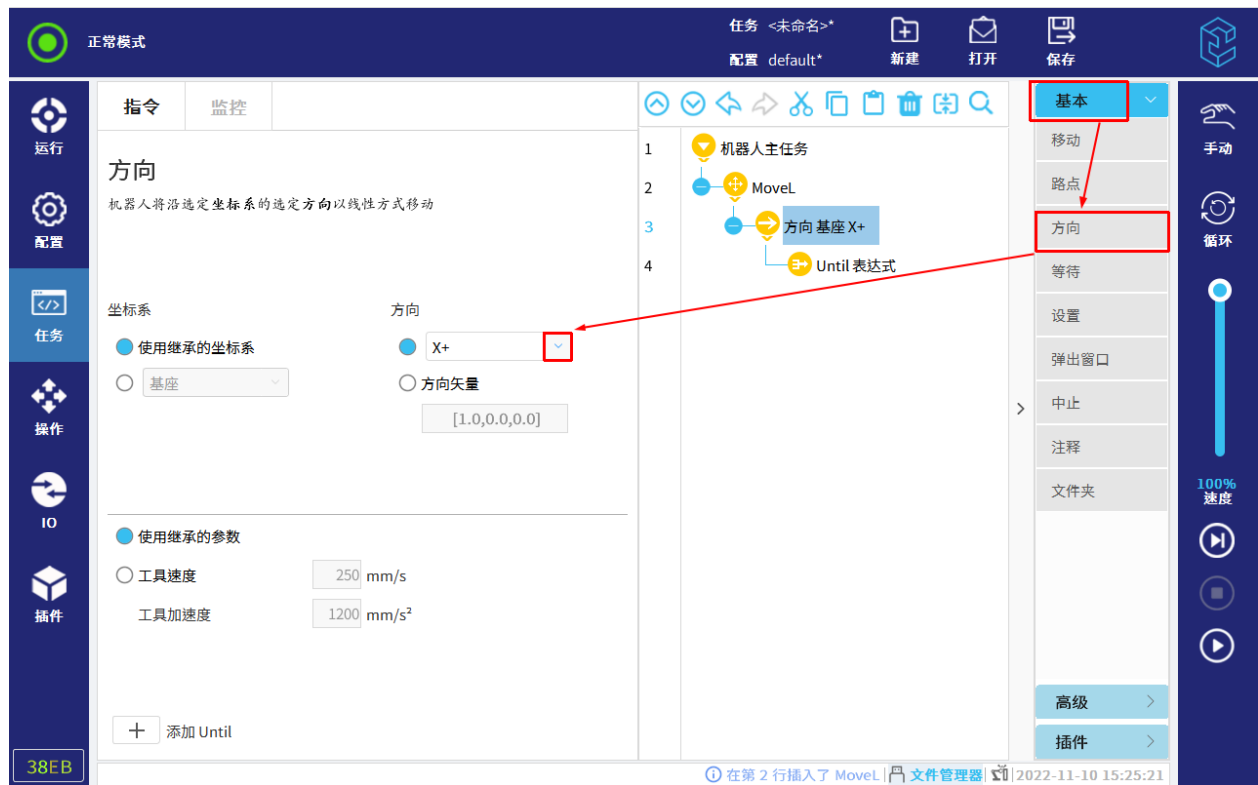

图 12-12 添加方向移动
2. 在“坐标系”下，定义线性移动，如图 12-12 所示。